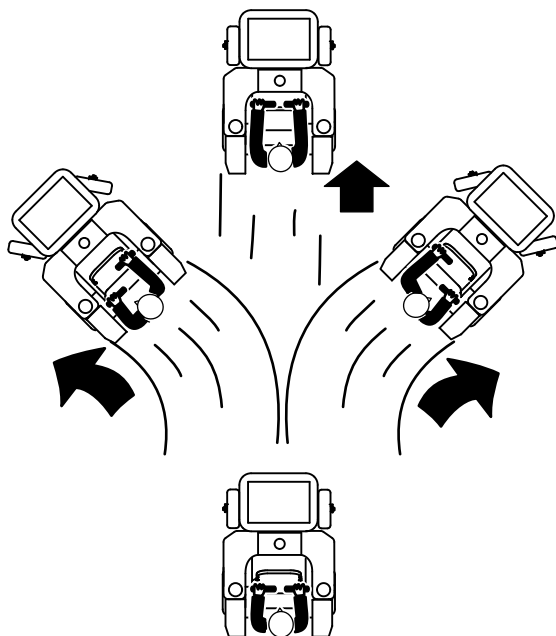

Figura 18
2. Empuje lentamente las palancas de control de movimiento hacia adelante (Figura 18).